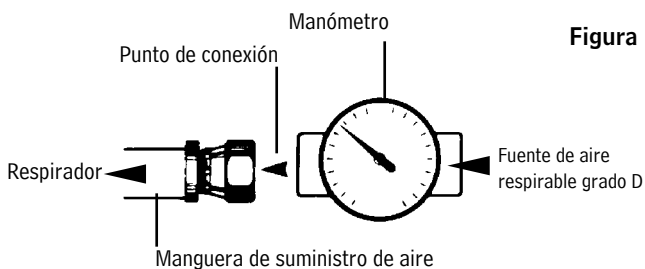

Figura 11
3. Ajuste la presión del aire en el punto de conexión dentro del rango de presión aprobado (vea la Figura 11). Vea la tabla de presión de aire de respiración (página 5) para los rangos de presión aprobados.